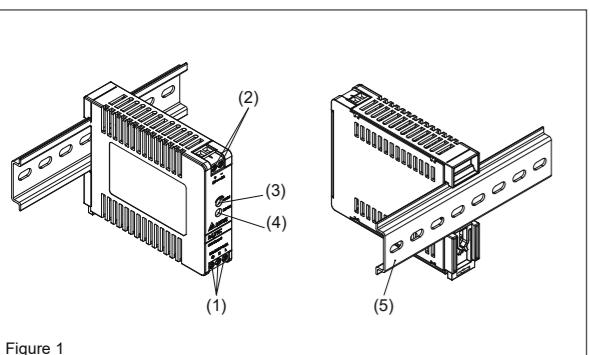
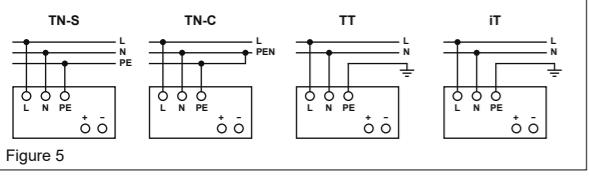

Figure 1
Figure 5
2. Gerätebeschreibung (Abb. 1)
4.1. Anschluss der Eingangsklemmen (Abb. 1, Abb. 5)
Verwenden Sie die Eingangsklemmen L und N (Schutzleiter), um den 100-240Vac-Anschluss herzustellen. Abb. 5 zeigt den Anschluss an die unterschiedlichen Netztypen.
4.2. Anschluss der Ausgangsklemmen (Abb. 1 (2))
Verwenden Sie die Schraubklemmen „+“ und „-“, um den 5Vdc-Anschluss herzustellen. Am Ausgang stehen 5Vdc zur Verfügung. Die Ausgangsspannung kann am Potentiometer zwischen 5 und 5,5Vdc eingestellt werden. Die grüne LED „DC OK“ zeigt die korrekte Funktion des Ausgangs an (Abb. 1 (4)). Das Gerät verfügt über einen Kurzschluss-, Überlast- und Überspannungsschutz, der auf 6,325-7,425Vdc begrenzt ist.